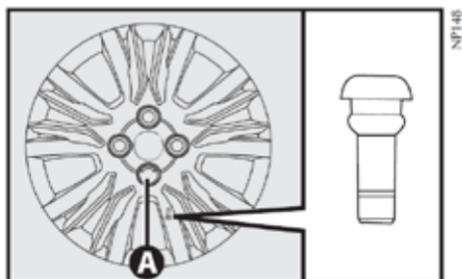

fig. 9
- 8) Coloque a presión la taza de la rueda en la llanta, haciendo coincidir el símbolo , grabado en el interior de la taza, con la válvula de inflado; de esta forma, el orificio más grande de la taza A-fig. 9 pasará a través del tornillo colocado anteriormente.